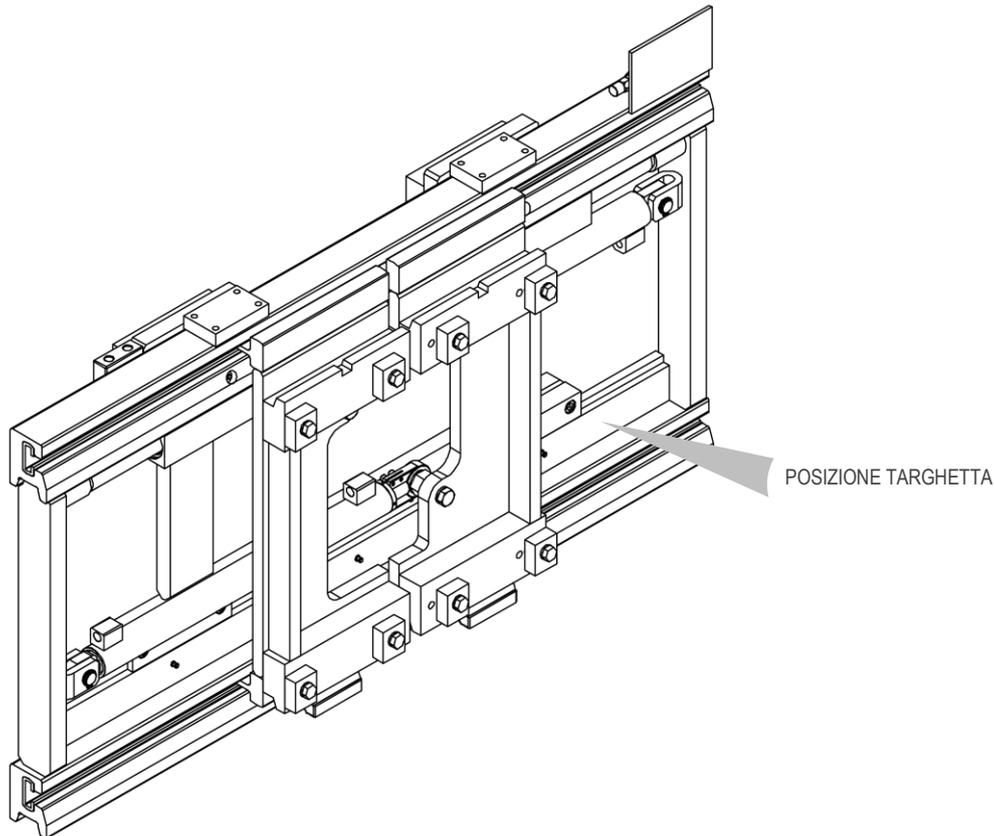

Figura 1
Tutte le attrezzature A.T.I.B. – “POSIZIONATORE FORCHE TIPO 678 | 679 | 688 | 689 | 579” vengono identificate mediante targhetta adesiva (vedi *Tabella 1*) posizionata sull’attrezzatura (la posizione della targhetta identificativa può variare in funzione dell’attrezzatura, vedi *Figura 1*). Fare sempre riferimento al numero di matricola.
8. Collegare il circuito idraulico, assicurandosi che la pressione di esercizio delle tubazioni sia superiore o uguale a quella indicata sulla targhetta di identificazione (vedi *Figura 1* e *Tabella 1* a pag.8).
14. Collegare il circuito idraulico, assicurandosi che la pressione di esercizio delle tubazioni sia superiore o uguale a quella indicata sulla targhetta di identificazione (vedi *Figura 1* e *Tabella 1* a pag.8).